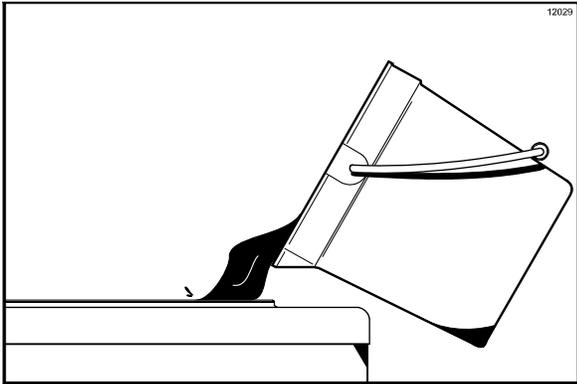

図99
1. 7.6リットルのきれいな水をシェイクのミックスホッパーに注ぎます。白いホッパーブラシでミックスホッパー、ミックスレベルセンシングプローブ、アジテータードライブシャフトハウジングの表面をブラシ洗浄します。両端ブラシを使い、ミックスインレットホールをブラシ洗浄します(図99を参照)。